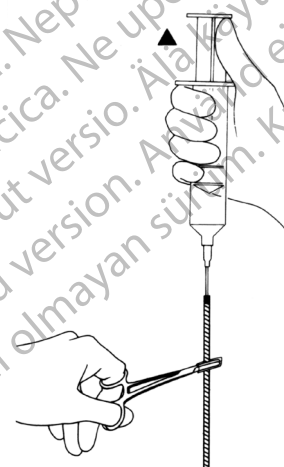

Figura 4-3e. Fechar a tubagem
11. Feche a tubagem (um entalhe apenas) com uma pinça hemostática com cobertura em tubo 3 cm abaixo da agulha. (Figura 4-3e)